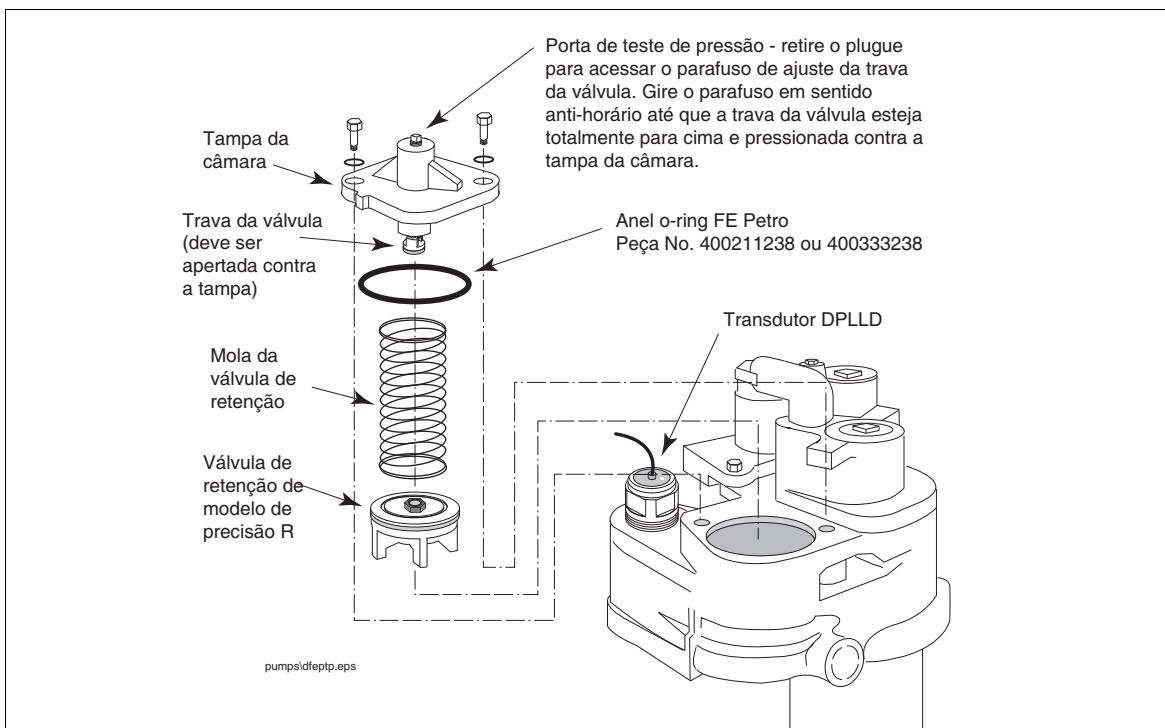

Figura 11. Local do transdutor DPLLD e válvula de retenção de precisão modelo R na bomba FE Petro
Instale o transdutor DPLLD na porta de 2" NPT, conforme exibição na Figura 11.
5. Para operação do DPLLD, deve haver uma válvula de retenção de precisão R no modelo FE Petro na bomba. Caso necessário, substitua a válvula de retenção atual por uma válvula de retenção do modelo de precisão R (ver Figura 11).